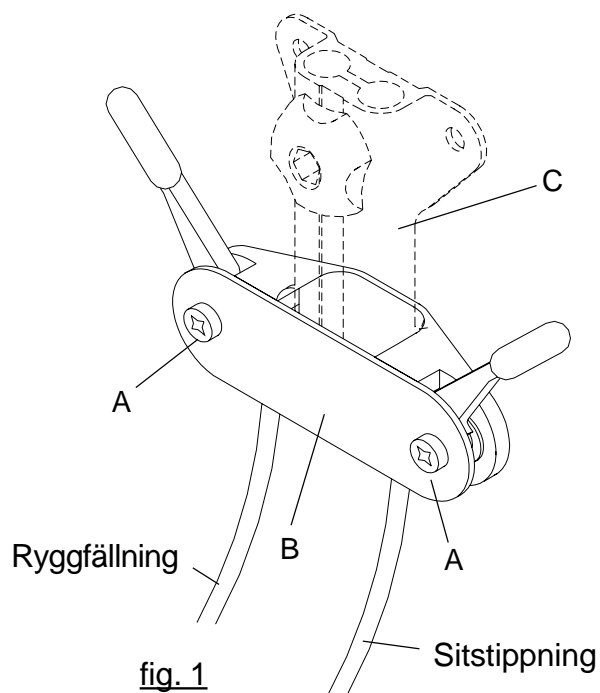
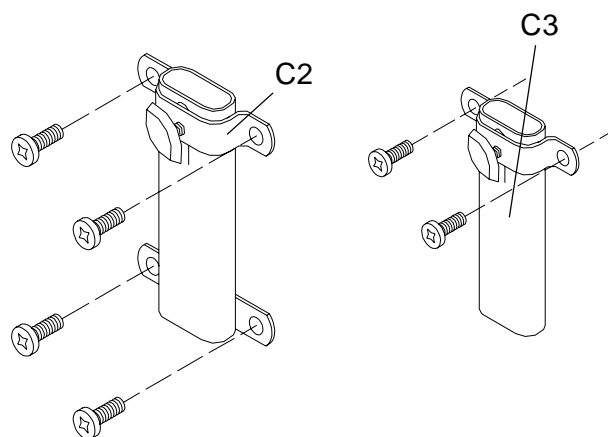

fig. 1
fig. 3
Vajerreglaget monteras på huvudstödsfästet ,C, se fig. 1.
1. Lossa skruvarna (A) och ta bort täckplåten (B).
2. Placera huvudstödsfästet i reglaget enl. fig. 1.
3. Montera täckplåten (B) och dra åt skruvarna (A), men inte för hårt.
4. Montera på ryggstödet enl. fig. 3
Vajrarna klamras på ryggen med klammer (X), se fig 3.